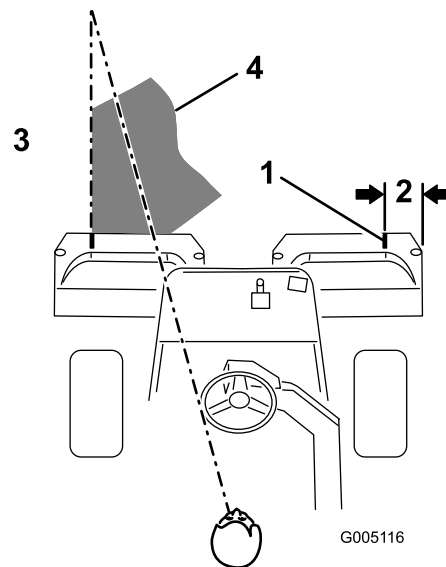

图 25
**注意：** 为了保持以直线方式穿过果岭、并使得机器与此前剪草的边缘保持等距，请在机器前到果岭未剪部分的边缘虚构一条长约 1.8~3m 的视线（图 25）。有些操作员发现，将方向盘的外缘看作视线的一部分非常有用；即让方向盘边缘对准与机器前面始终保持等距的某个点。